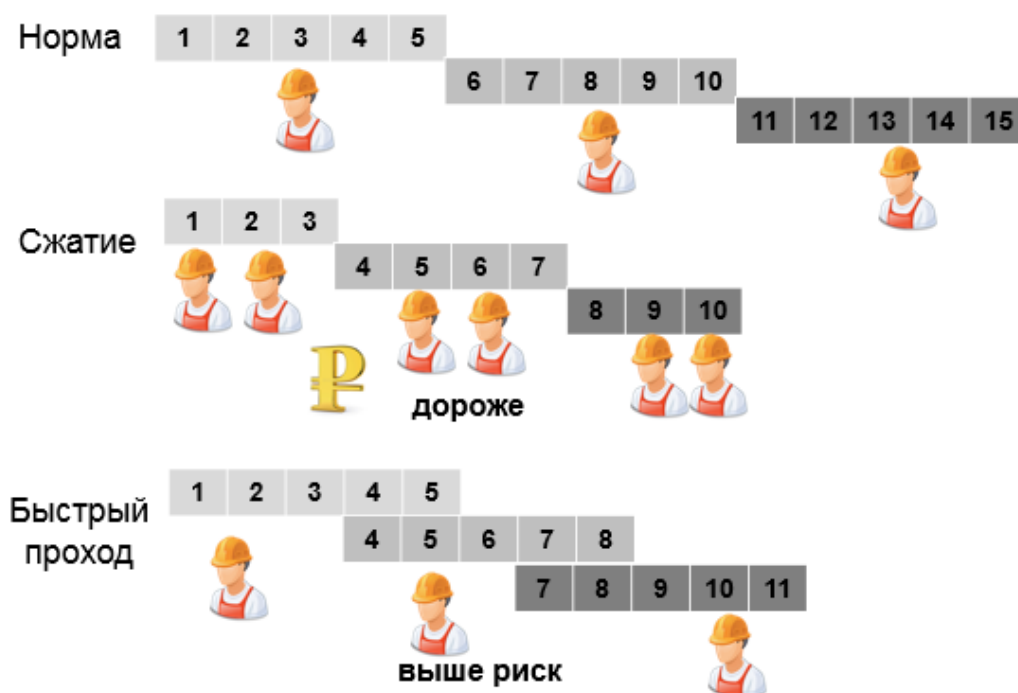

Рис. 5.18. Сравнение нормального хода выполнения работ, сжатия и быстрого прохода
6.2) быстрый проход – метод сжатия расписания, в котором работы или фазы, обычно выполняемые последовательно, выполняются параллельно в течение, по меньшей мере, части их продолжительности (рис. 5.18).